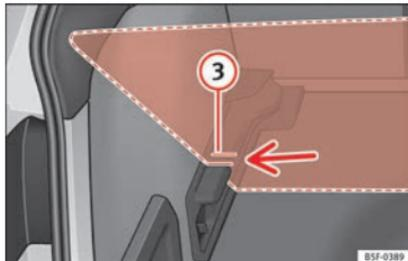

Fig. 137 Piano variabile del bagagliaio: fessure inclinate.
fuoriuscita dalle fessure inclinate »» fig. 137 ③.
• Far scorrere il piano attraverso tali fessure aiutandosi con la maniglia ① fino a quando non entrerà in contatto con lo schienale dei sedili posteriori e il piano sarà appoggiato sulle fessure.